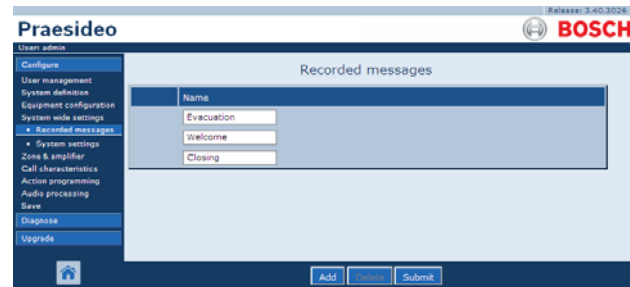

рисунок 45.2: Регистрация сообщения, шаг 1
- 1 Перейдите *Configure > System wide settings > Recorded messages*. В основной части веб-интерфейса откроется экран, подобный экрану, приведенному на рисунок 45.2.